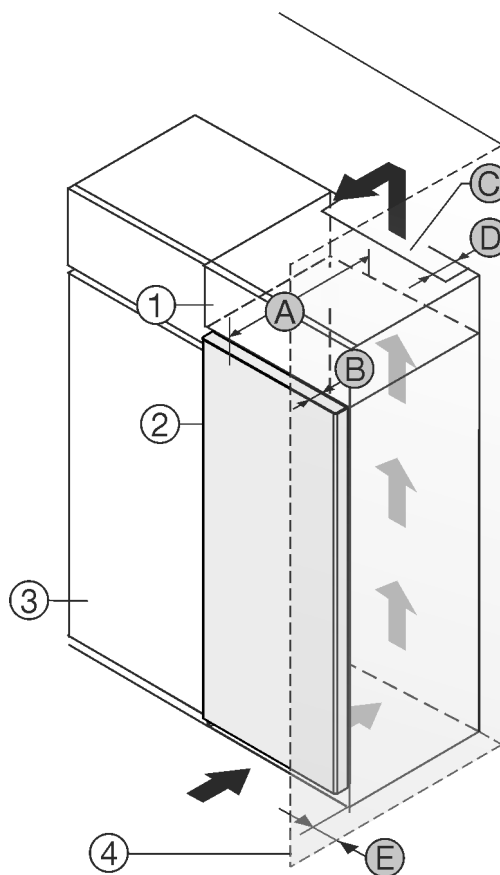

Fig. 1
- (1) Viseći ormar *
- (2) Uređaj *
- (3) Kuhinjski ormar *
- (4) Zid *
- (A) Dubina uređaja *
- (B) Dubina vrata *
- (C) Ventilacijski presjek *
- (D) Udaljenost od stražnje strane uređaja *
- (E) Udaljenost od bočne strane uređaja *
Uređaj možete postaviti neposredno pored kuhinjskog ormara Fig. 1 (3).*
Na stražnjoj strani visećeg ormara treba postojati otvor za odzračivanje dubine Fig. 1 (D) po cijeloj širini visećeg ormara.*
Ispod stropa prostorije treba poštovati ventilacijski presjek Fig. 1 (C).*
Kada se uređaj postavlja s okovima pored zida Fig. 1 (4), razmak između uređaja i zida mora iznositi najmanje 13 mm.*
Kako biste vrata mogli potpuno otvoriti, uređaj mora biti za dubinu vrata Fig. 1 (B) ispred u odnosu na prednjicu kuhinjskog ormara. Ovisno o dubini kuhinjskih elemenata Fig. 1 (3) i uporabi zidnih odstojnika, uređaj može i dalje stršati.*